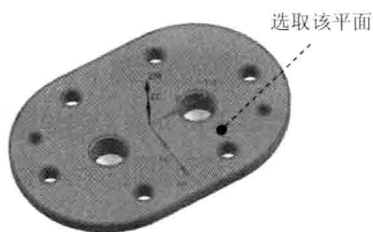
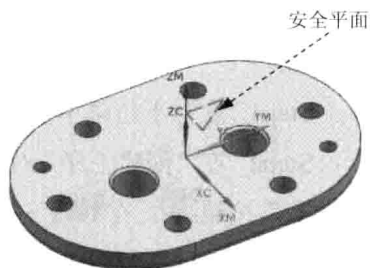

图 1.7 选取参考面
图 1.8 安全平面
Step3. 单击“安全平面”对话框中的指定按钮，系统弹出“平面”对话框，选取图 1.7 所示的平面为参照，然后在偏置区域的距离文本框中输入值 20，单击确定按钮，系统返回“安全平面”对话框并创建一个安全平面，单击“安全平面”对话框中的显示按钮可以查看创建的安全平面，如图 1.8 所示。